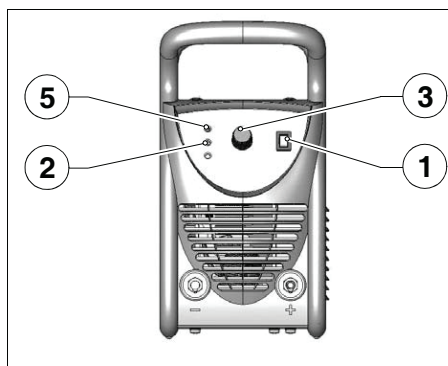

Figura 1
5. Posicionar o seletor modalidade (Ref.1 - Figura. 1 Página 8.) sobre soldagem com eletrodos revestidos.
6. Regular a corrente de soldagem através do seletor de amperagem (Ref.3 - Figura. 1 page 3.) .
6. Regular a amperagem da corrente de soldagem por meio do potenciômetro (Ref.3 - Figura. 1 .) .
1 - SELETOR PROCESS (Ref.1 - Figura. 1 .) :em esta posição podemse soldar eletrodos revestidos brilhantes e alcalinos de utilização vulgar.
2 - SOBREAQUECIMENTO LED (Amarelo) (Ref.2 - Figura. 1 Página 8.) : a ligação do LED amarelo, colocada no painel anterior, indica um aquecimento excessivo do aparelho provocado por um trabalho excessivo;
3 - REGULAGEM CORRENTE (Ref.3 - Figura. 1 Página 8.) : com este potenciômetro regulase a corrente de soldagem.
5 - LED DA LIGAÇÃO (Verde) (Ref.5 - Figura. 1 Página 8.) : este LED acendese quando o equipamento está ligado.